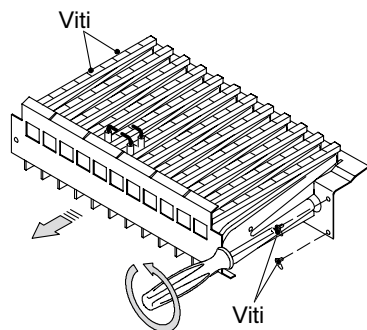

Figura 8.1
- Togliere il pannello anteriore della camera di combustione ed il bruciatore in Figura 8.1 .
- Rimontare il bruciatore Figura 8.1 e il pannello anteriore della camera di combustione.